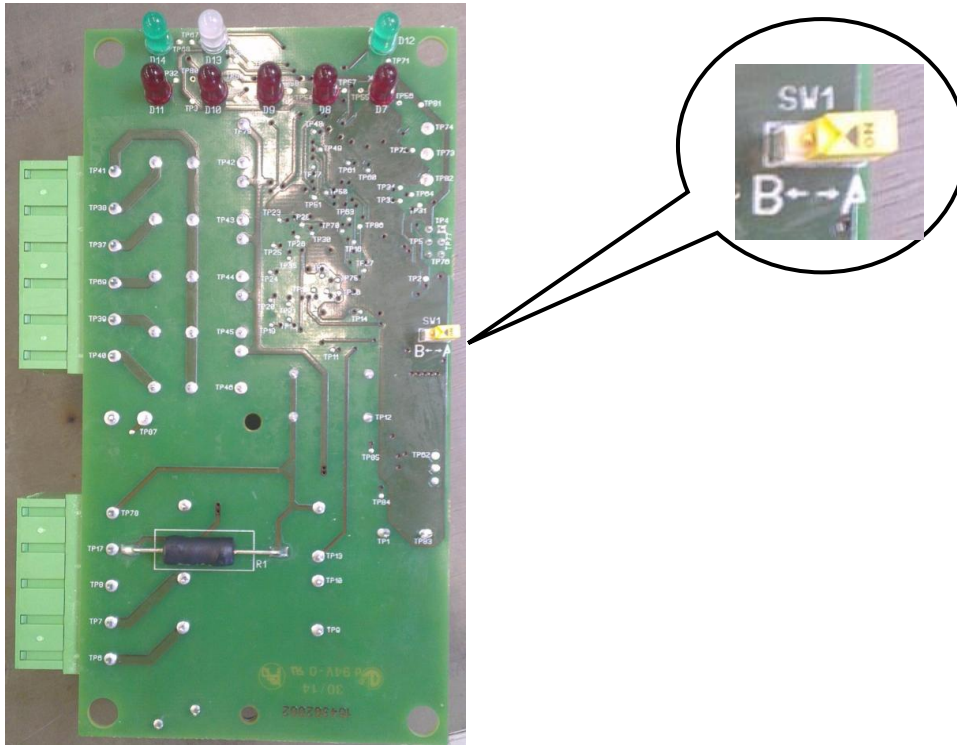

Figura 4 – Switch SW1 per Autoacquisizione Batterie
- Lettura della posizione **dello switch SW1** (vedi Figura 4 sotto) per l'auto-acquisizione per verificare la richiesta di una nuova acquisizione delle batterie da parte del Cliente (Cap. 3.2). Lo switch SW1 è posizionato sulla scheda all'interno dell'armadio (Figura 4).
2. **Spostare** di posizione lo **SW1** (vedi Figura 4) . Se in precedenza era in posizione A spostarlo in B e viceversa. Al termine lasciare lo switch nella posizione in cui è stato messo (senza necessità di riposizionarlo al termine dell'operazione)
La Figura 4 sotto mostra la collocazione dello switch **SW1** sulla scheda.